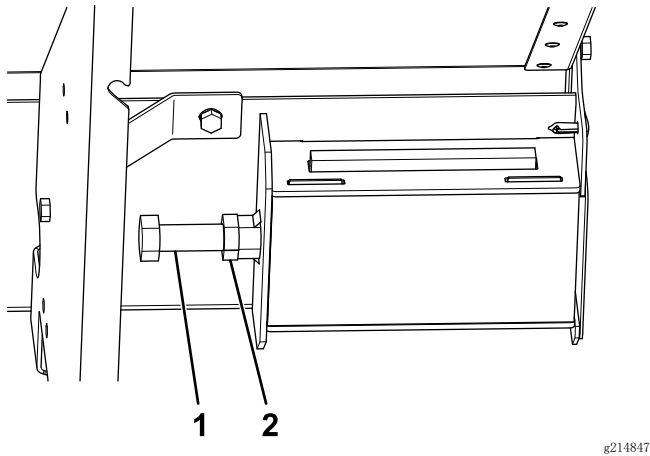

图27
4. 要调节张紧力，应拧松撒布机两侧的锁紧螺母（图 27）。